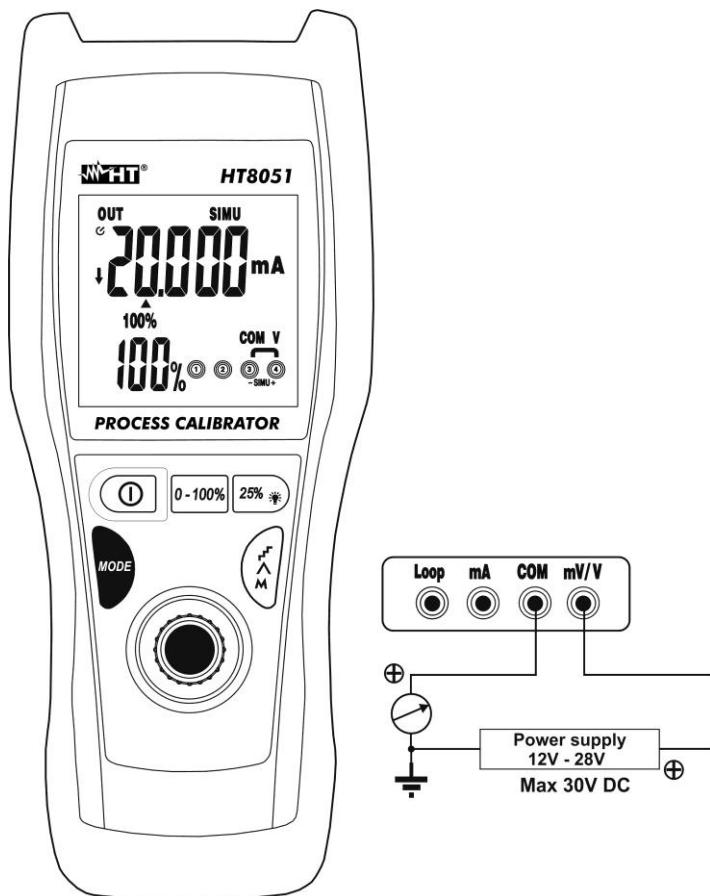

Fig. 8: Simulazione di un trasduttore
- Posizionare il puntale verde ed il puntale nero rispettivamente nei punti a potenziale positivo della sorgente esterna e positivo del dispositivo esterno di misurazione (ex: multimetro – vedere Fig. 8)
- Per la generazione del valore negativo della corrente ruotare i puntali di misura in verso opposto rispetto alla connessione di Fig. 8